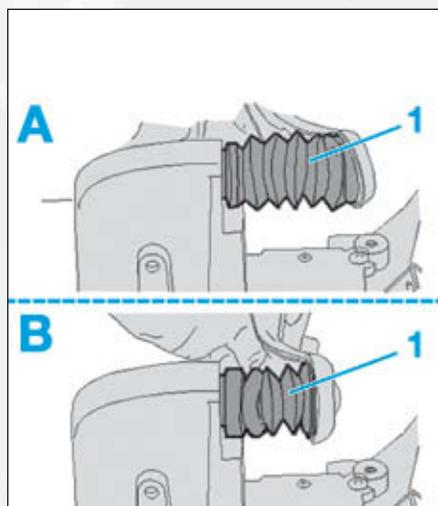

FIG.8
- Contrôler que la tige de poussée (1) est en position rentrée (embrayage fermé en «B») (Fig.8) :
- Commander la fermeture de l'embrayage à l'aide de l'outil de diagnostic, avant de le déposer, si la tige de poussée (1) est en position sortie (A).
- Déposer l'actionneur d'embrayage, si la tige de poussée (1) est en position rentrée (B).